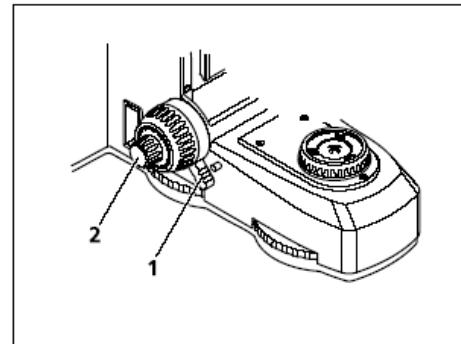

图4-3 校准调焦旋钮上的垂直限位
- 向定位销方向掰动限位紧固柄（图4-3/1）。
- 借助调焦旋钮（图4-3/2）把载物台移动到最高允许位置，注意不要碰撞样品支架或物镜。